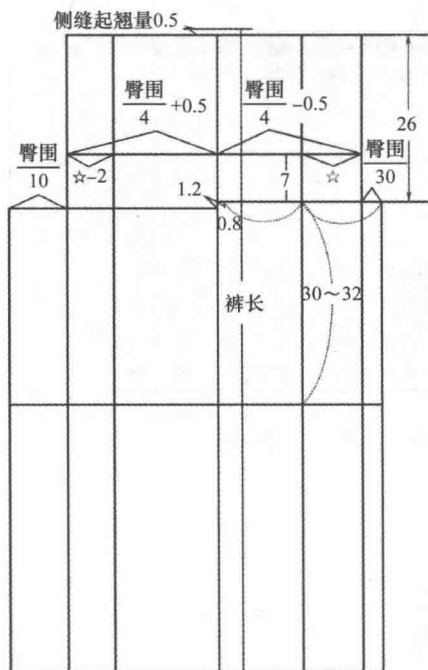
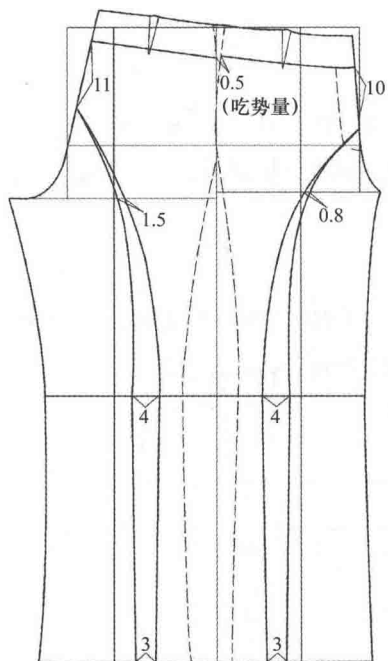

图 7-65 无侧缝休闲裤结构图 1
图 7-67 无侧缝休闲裤结构图 3
- (1) 无侧缝休闲裤 CAD 制板方法参照我们前面所讲的直筒裤 CAD 制板。
- (2) 无侧缝休闲裤各部位控制尺寸和公式计算方法 (图 7-65 ~ 图 7-67)。